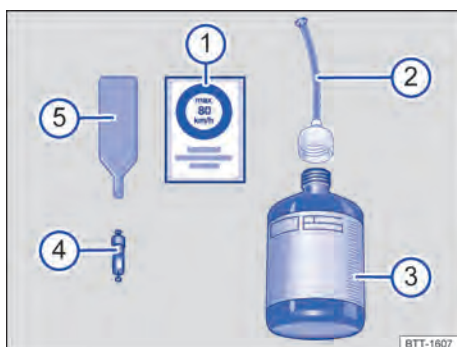

Abb. 220 Prinzipdarstellung: Bestandteile des Pannensets.
- ① Aufkleber mit der Geschwindigkeitsangabe „max. 80 km/h“ oder „max. 50 mph“.
- ② Einfüllschlauch mit Verschlussstopfen.
- ③ Reifenfüllflasche.
- ④ Ersatz-Ventileinsatz.
- ⑤ Ventileinsatzdreher.
Der Ventileinsatzdreher → **Abb. 220** ⑤ hat am unteren Ende einen Schlitz, in den der Ventileinsatz passt. Nur so kann der Ventileinsatz aus dem Reifenventil heraus- und wieder hineingedreht werden. Das gilt auch für den Ersatz-Ventileinsatz ④.
2. Mit dem Ventileinsatzdreher → Abb. 220 ⑤ den Ventileinsatz aus dem Reifenventil herausdrehen und auf einen sauberen Untergrund legen.
3. Reifenfüllflasche → Abb. 220 ③ einige Male kräftig schütteln.
4. Einfüllschlauch → Abb. 220 ② fest im Uhrzeigersinn auf die Reifenfüllflasche schrauben.
5. Verschlussstopfen vom Einfüllschlauch → Abb. 220 ② entfernen und das offene Ende ganz auf das Reifenventil stecken.
8. Ventileinsatz mit dem Ventileinsatzdreher → Abb. 220 ⑤ wieder in das Reifenventil schrauben.